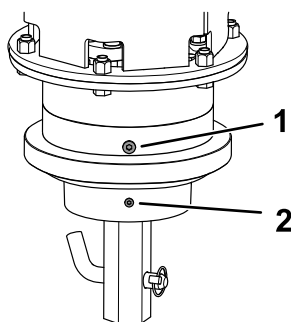

Рисунок 11
3. Отверните пробку контрольного отверстия уровня масла (Рисунок 11).
2. Снимите пробку сливного отверстия (Рисунок 11).
3. После полного слива масла поверните приводную головку так, чтобы шнек был направлен прямо вверх и вниз (Рисунок 11).